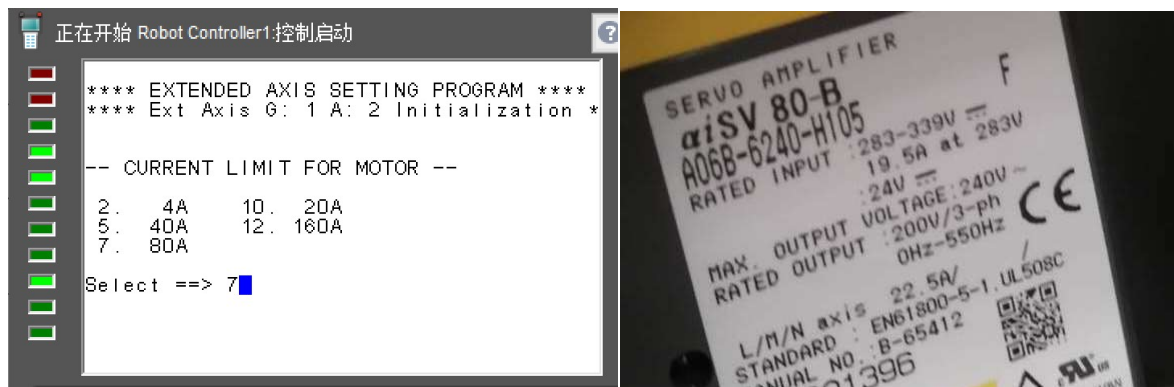

图 4.1.8
- 8) 在图 4.1.8 中，选择电机电流（放大器最大允许电流），电机电流值在控制柜内导轨电机伺服放大器标签上，如标签所示 80A，输入 7，点击 ENTER 键确认。